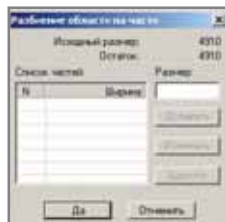

Рис. 19
- *Разбить на части* — монолитный участок разбивается на более мелкие монолитные участки. Операция осуществляется в диалоговом окне *Разбиение области на части* (рис. 19), которое вызывается этой командой после выбора на закладке *Состав* строки, описывающей монолитный участок;